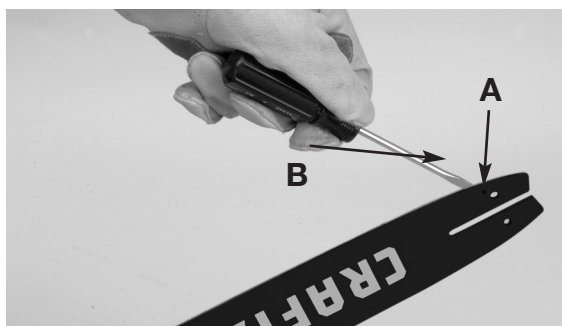

Fig. 38
**SURCOS EN LA BARRA (B)** Los surcos de la barra (o raíles que soportan y transportan la cadena) deben limpiarse si han sido utilizados duramente o si la cadena parece estar sucia. Los raíles siempre deben limpiarse cada vez que se retire la cadena (Fig. 38).
**PASOS DE ACEITE (A)** Los pasos de aceite de la barra deben limpiarse para asegurar un lubricado correcto de la barra y la cadena durante el funcionamiento. Esto puede hacerse usando un cable fino y pasándolo por el orificio de descarga.(fig. 38)